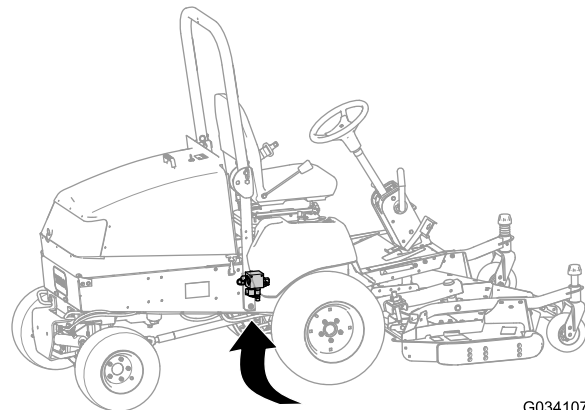

図 15
2. 機体下部右側フレームチャネルの内側、前アクスルの後ろにある昇降マニホールドを探し出す(図 15)。